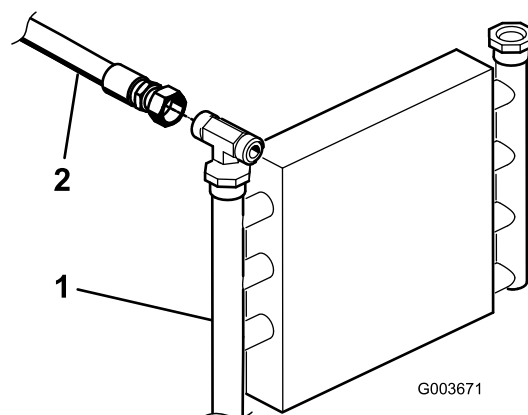

Figura 13
- Localizzare il tubo idraulico che va dal radiatore dell'olio alla valvola di sollevamento esistente (Figura 13). Rimuovere i dispositivi di fissaggio e il morsetto dei tubi che fissa i tubi idraulici al telaio.
- Scollegare e rimuovere il tubo idraulico dal radiatore dell'olio e dalla valvola di sollevamento (Figura 13).